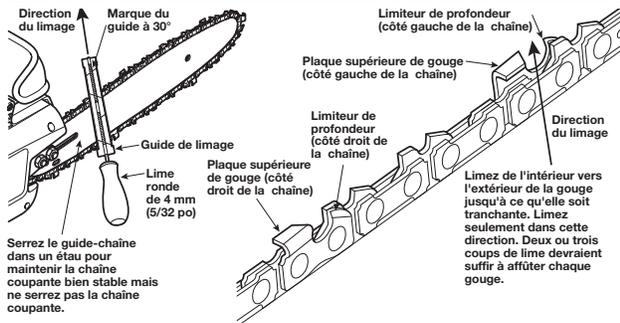

Fig. 20 Lime et placement du guide de lime sur la chaîne
3. Enfoncez la lime ronde de 4 mm (5/32 po) (attachée au guide de lime) dans la rainure entre la plaque supérieure et le limiteur de profondeur de la chaîne. Le guide de lime doit reposer à la fois sur la plaque supérieure et le limiteur de profondeur (Fig. 20).
4. Tenez la lime à hauteur du guide. Assurez-vous que la marque de 30° sur le guide de lime est parallèle au centre du guide-chaîne (Fig. 20). Ainsi, vous limerez les gouges à un angle de 30°.
5. Limez de l'intérieur vers l'extérieur de la gouge jusqu'à ce qu'elle soit bien affûtée. Limez toujours dans cette direction (Fig. 20).